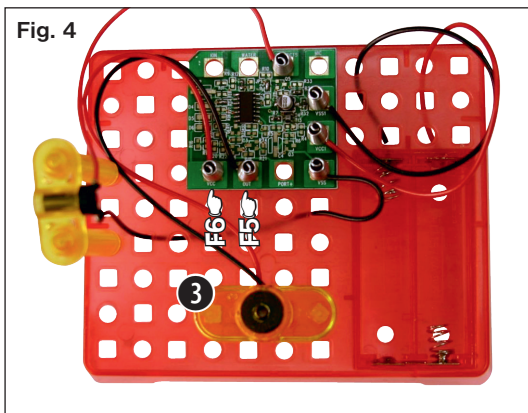

Fig. 4
DE Schritt 3 (Fig. 4)
Setze den Summer (3) auf die Grundplatte. Setze zwei Federanschlüsse in die Löcher OUT (F5) und VCC (F6) der Mikroregler-Platte ein. (Fig. 4)
GB Step 3 (Fig. 4)
Add the buzzer (3) onto the base plate. Insert two spring connectors into the holes OUT (F5) and VCC (F6) on the micro controller plate. (Fig. 4)
IT Fase 3 (Fig. 4)
Appoggiare il cicalino (3) sulla piastra base. Inserire due connettori a molla nei fori OUT (F5) e VCC (F6) del pannello del microregolatore. (Fig. 4)
ES Paso 3 (fig. 4)
Sitúa el indicador acústico (3) en la placa base. Coloca dos muelles en los agujeros OUT (F5) y VCC (F6) de la placa micro-reguladora. (fig. 4)
PT Passo 3 (Fig. 4)
Coloque o sinal sonoro (3) na placa de base. Coloque dois conectores de mola nos furos OUT (F5) e VCC (F6) da placa do microrregulador. (Fig. 4)